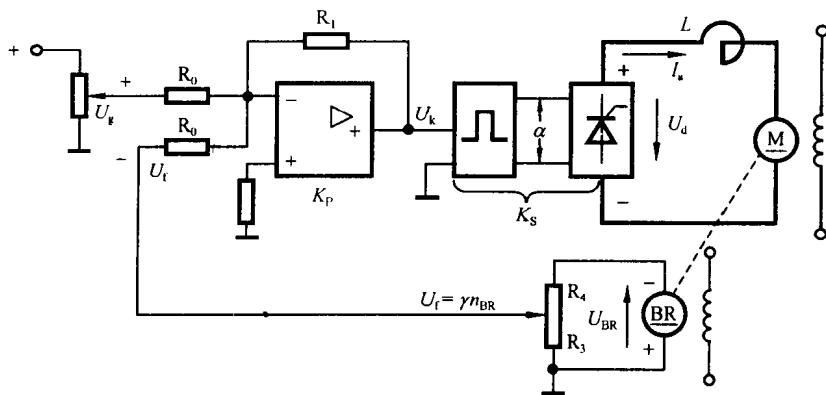

图 11.1 例 11-6 图
**例 11-6** 如图 11.1 所示转速负反馈直流调速系统。已知数据如下。
11-7 有一转速负反馈直流调速系统如图 11.1 所示。已知数据如下。